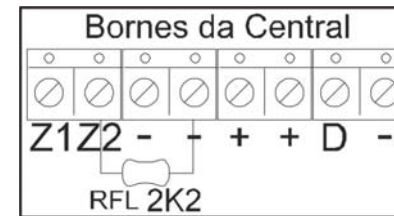

Fig 2: Exemplo de anulação da Zona 2 com RFL quando ela não utiliza sensores com fio.
- Verifique a ligação dos sensores que estão nesta zona, (se esta zona não está sendo utilizada, basta fechá-la com o resistor RFL) (ver item 8 fig 2).
- As zonas que não são usadas devem ser conectadas com um resistor RFL com o negativo de acordo com a fig 2.